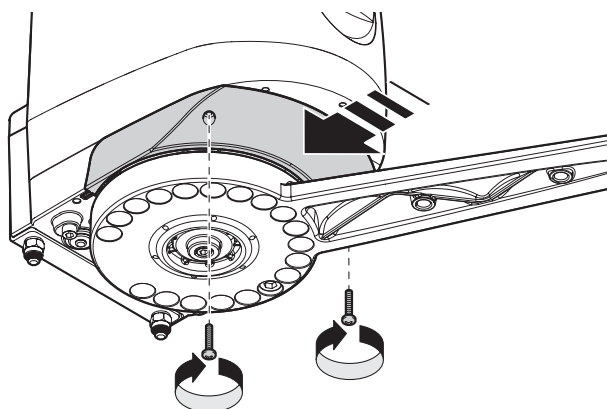

Fig.19
08. Volver a montar la tapa delantera y fijar los dos tornillos **fig. 19**;